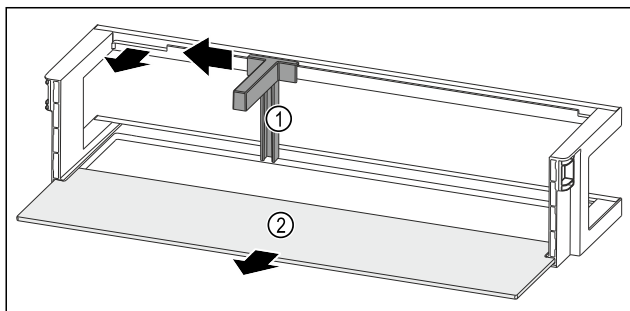

Fig. 86 Odkladací priestor vo dverách s držiakom fliaš a odkladacou plochou
- ▶ Potlačte držiak fliaš Fig. 86 (1) až k vybraniu do strany.
- ▶ Odoberte držiak fliaš Fig. 86 (1).
- ▶ Odoberte odkladaciu plochu Fig. 86 (2).